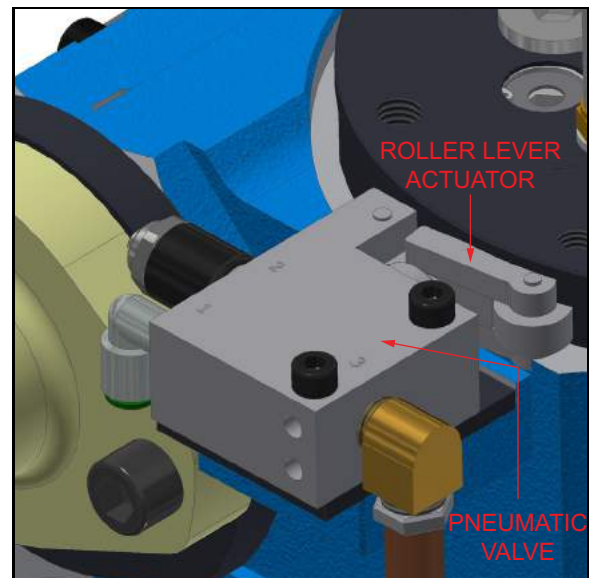

FIGURE 3-36. LOCALISATION DE LA VANNE PNEUMATIQUE
- Appuyez manuellement à l'aide d'un outil (tournevis p. ex.) l'actionneur du levier pivotant de la vanne pneumatique (voir la Figure 3-36) vers le haut de la broche. Sept cycles de l'actionneur du levier pivotant correspondent à une rotation de 360° du bras d'usinage.